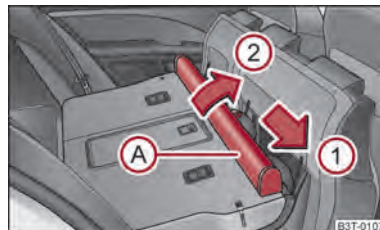

Fig. 84 Asientos traseros: Caja de la red divisoria del maletero
- Desplazar la caja de la red de separación del maletero (A) ⇒ fig. 84 en sentido de la flecha ① y sacarla del alojamiento del asiento posterior en sentido de la flecha ②.